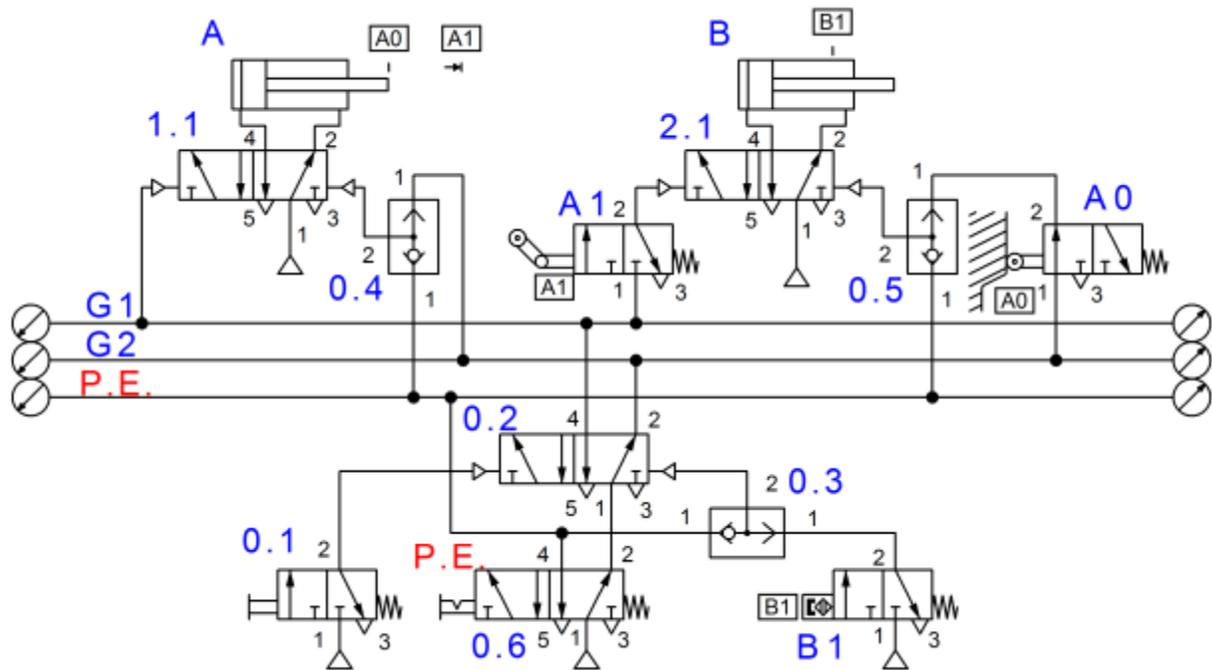

Figura 2.
b) Ahora se pasara a realizar el circuito que se muestra en la figura 2, el cual consta de dos actuadores realizando un ciclo con el método de cascada, solo que este tendrá un paro de emergencia.
1. Desconecte todo lo anterior y retírelo de la placa, solo dejando la unidad de mantenimiento y el distribuidor. Identifique los elementos que se necesitaran para la figura 2, el cual estará en cascada. Diga cuál es el ciclo que deberán seguir los actuadores:_____.
3. Ahora con una conexión T conecte la válvula 0.2 y la válvula 1.1, tal y como se observa en la figura 2. Conecte las vías correspondientes de la válvula 1.1 al actuador A y también la vía 1 al distribuidor. Tome una válvula OR (0.4) y conecte su vía 2 al pilotaje restante de la válvula 1.1., y a cada vía 1 conecte una conexión T.
4. Coloque la válvula A1 en la posición indicada, y conecte su vía 1 a la T que proviene de la vía 4 de la válvula 0.2, así como su vía 2 al pilotaje de la válvula 2.1. Conecte las vías de la 2.1 al actuador B tal y como se observa, además de la vía 1 al distribuidor. También coloque la válvula B1 en la posición mostrada, y tome otra válvula OR (0.3) y conecte las vías 1 y 2 de cada válvula, como se observa en la figura 2.
1. ¿Qué tipo de paro de emergencia se usó en la figura 2?
3. Realice la misma secuencia que en la figura 2, solo que use el método de paso a paso, además de contar con el paro de emergencia total.